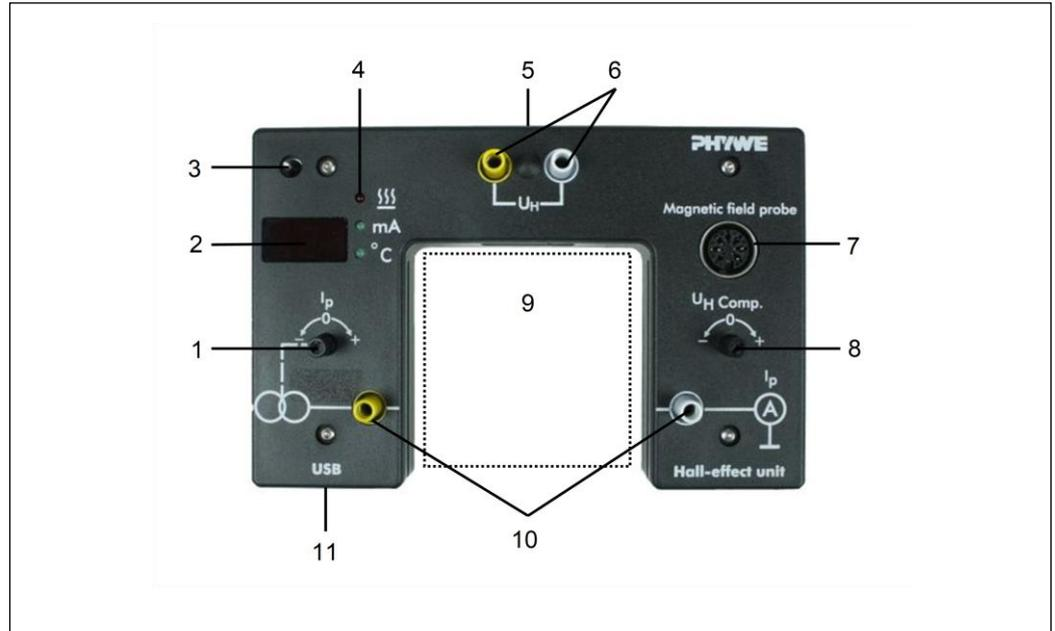

Abb. 1: Vorderseitenansicht der PHYWE Hall-effect unit mit den verschiedenen Bedienelementen und Anzeigen.
3.1 Funktions- und Bedienelemente (Abb. 1 und 2)